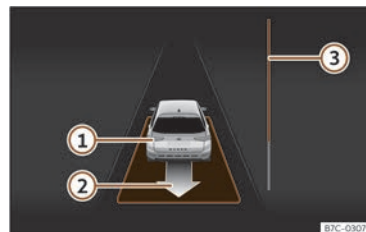

Fig. 138 Pe afișajul panoului de instrumente: ieșirea din parcare perpendiculară.
• Mergeți în marșarier până când se activează semnalul continuu ParkPilot; **SAU:** mergeți în marșarier până când pe afișajul panoului de instrumente apare indicația de deplasare înainte. Bara de progres **(3)** >>> **fig. 138** indică distanța care trebuie parcursă.